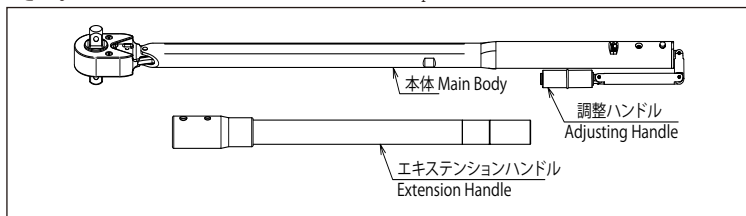

図 6 Fig.6
- DQLE2 シリーズは本体とエクステンションハンドルが図6の様に分離状態にて出荷しています。ご使用前に分解・組立方法①と図7の手順にて組み立ててください。
- DQLE2 body and extension handles are shipped out with separately as Fig.6. Assemble them referring assembly/disassembly methods ① and Fig.7 procedures before use.